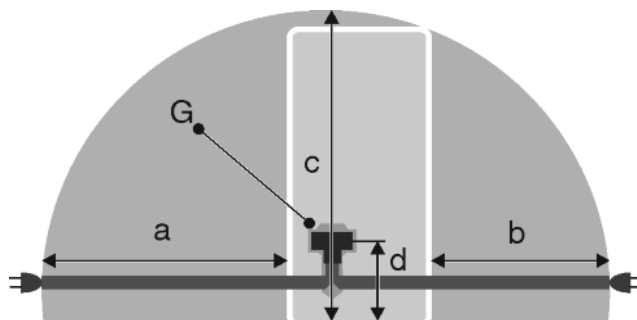

Fig. 29
- La prise de courant est en dehors de la zone postérieure de l'appareil dans la zone concernée. *Fig. 29 (a, b, c)*
- Introduire la fiche de l'appareil *Fig. 29 (G)* au dos de l'appareil. Veiller à ce qu'elle s'introduise correctement.